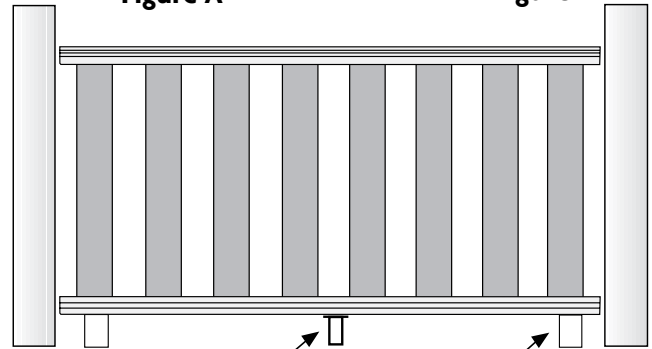

Figure 3
4. Placer la section de rampe entre les poteaux et sur les cales d'espacement temporaires (Figure 3).